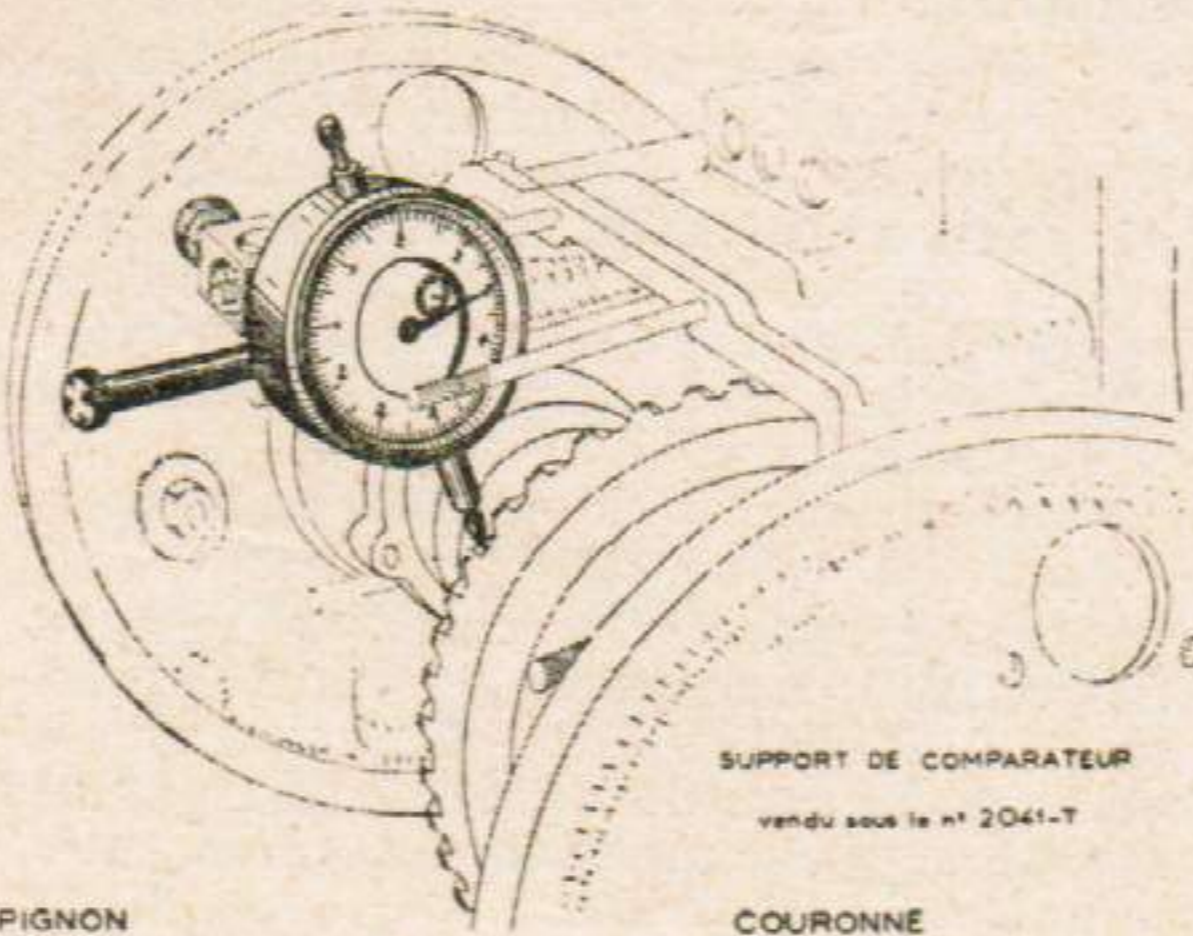

Fig. 28 (ci-contre). — Mise en place du comparateur pour réglage du jeu d'entre-dents.
e) Mettre en place le comparateur sur le goujon supérieur D de fixation du carter d'embrayage (figure 28).